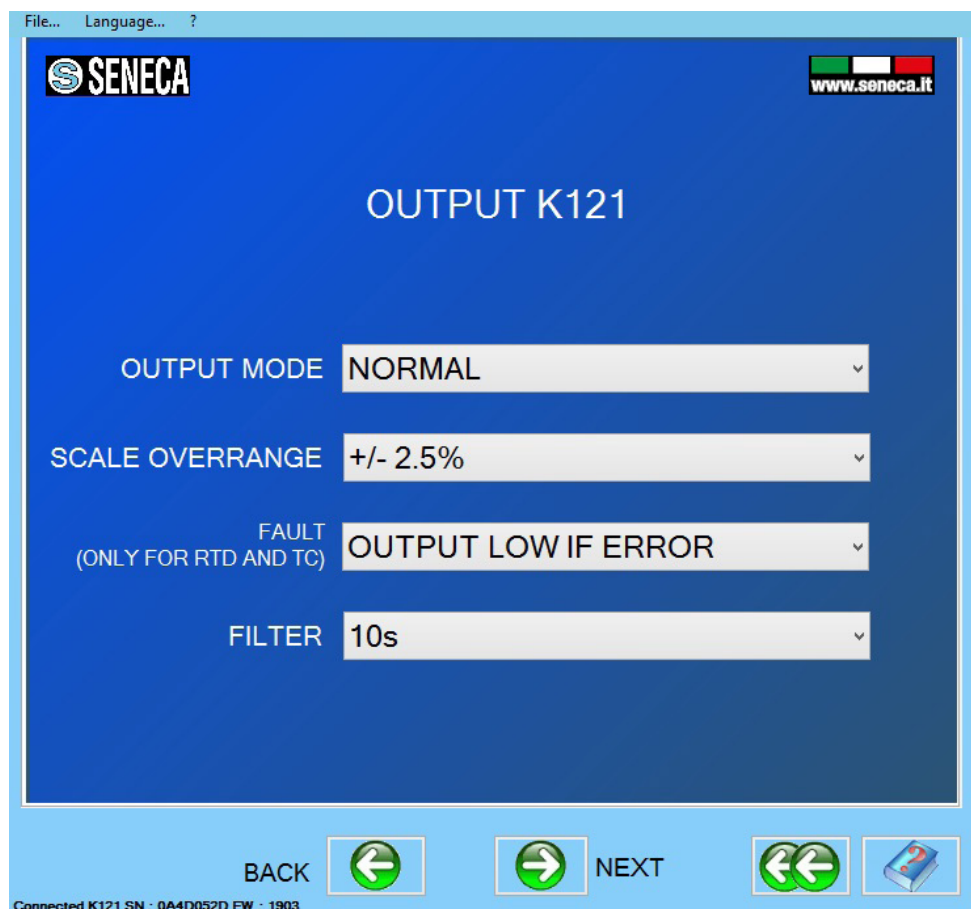

Рисунок 18 - Окно настроек аналогового выхода
- «**OUTPUT K121**» настройка выходного сигнала (рисунок 18, таблица 5);